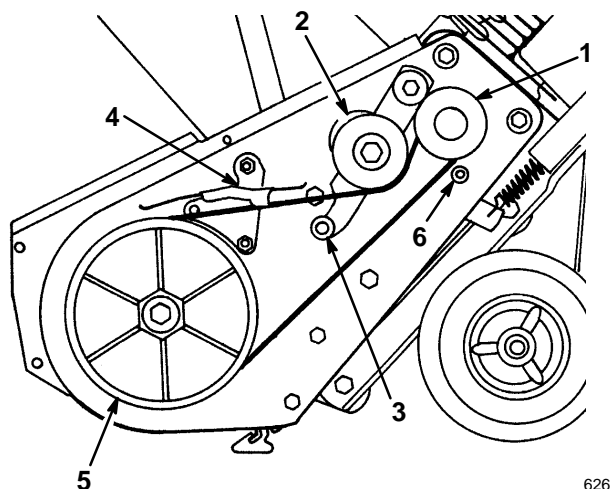

Figure 21
3. Abaisser la poulie folle pour pouvoir retirer la courroie de la poulie du rotor, de l'ensemble de frein et de la poulie du moteur (Fig. 21).
4. Passer la courroie neuve autour de la poulie moteur, sous la poulie folle, sur le galet, dans l'ensemble de frein et autour de la poulie du rotor (Fig. 21).
IMPORTANT : La poulie doit passer sur le galet, comme illustré à la figure 21.